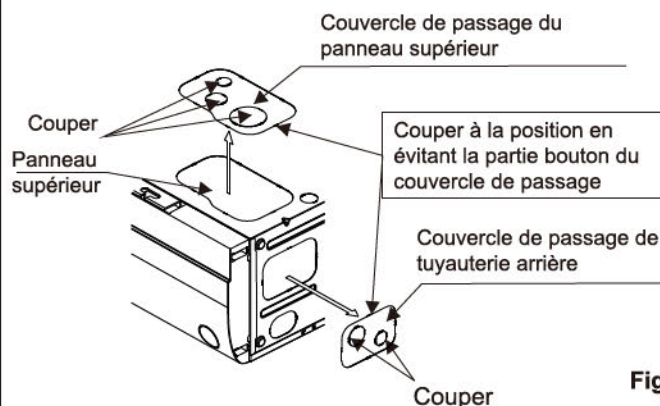
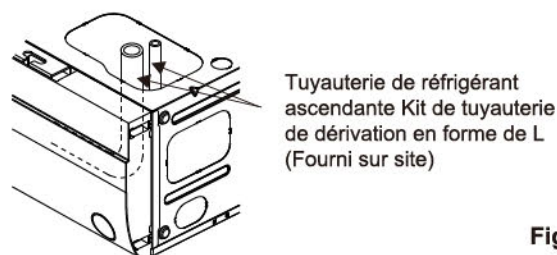

Fig.1
Fig.2
- Retirer le couvercle de passage de tuyauterie arrière, et raccorder la tuyauterie. (Voir Fig.1 et Fig.3)
- Retirer le couvercle de passage du panneau supérieur, et utiliser le kit de tuyauterie de raccordement en L (fourni sur site) pour raccorder la tuyauterie. (Voir Fig.1 et Fig.2)